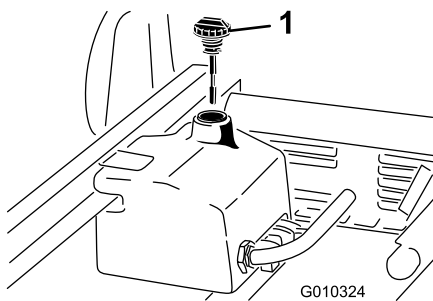

Рисунок 19
1. Очистите зону вокруг заливной горловины и крышки гидравлического бака (Рисунок 19).
3. Извлеките масломерный шуп (Рисунок 19) из заливной горловины и протрите его чистой ветошью.